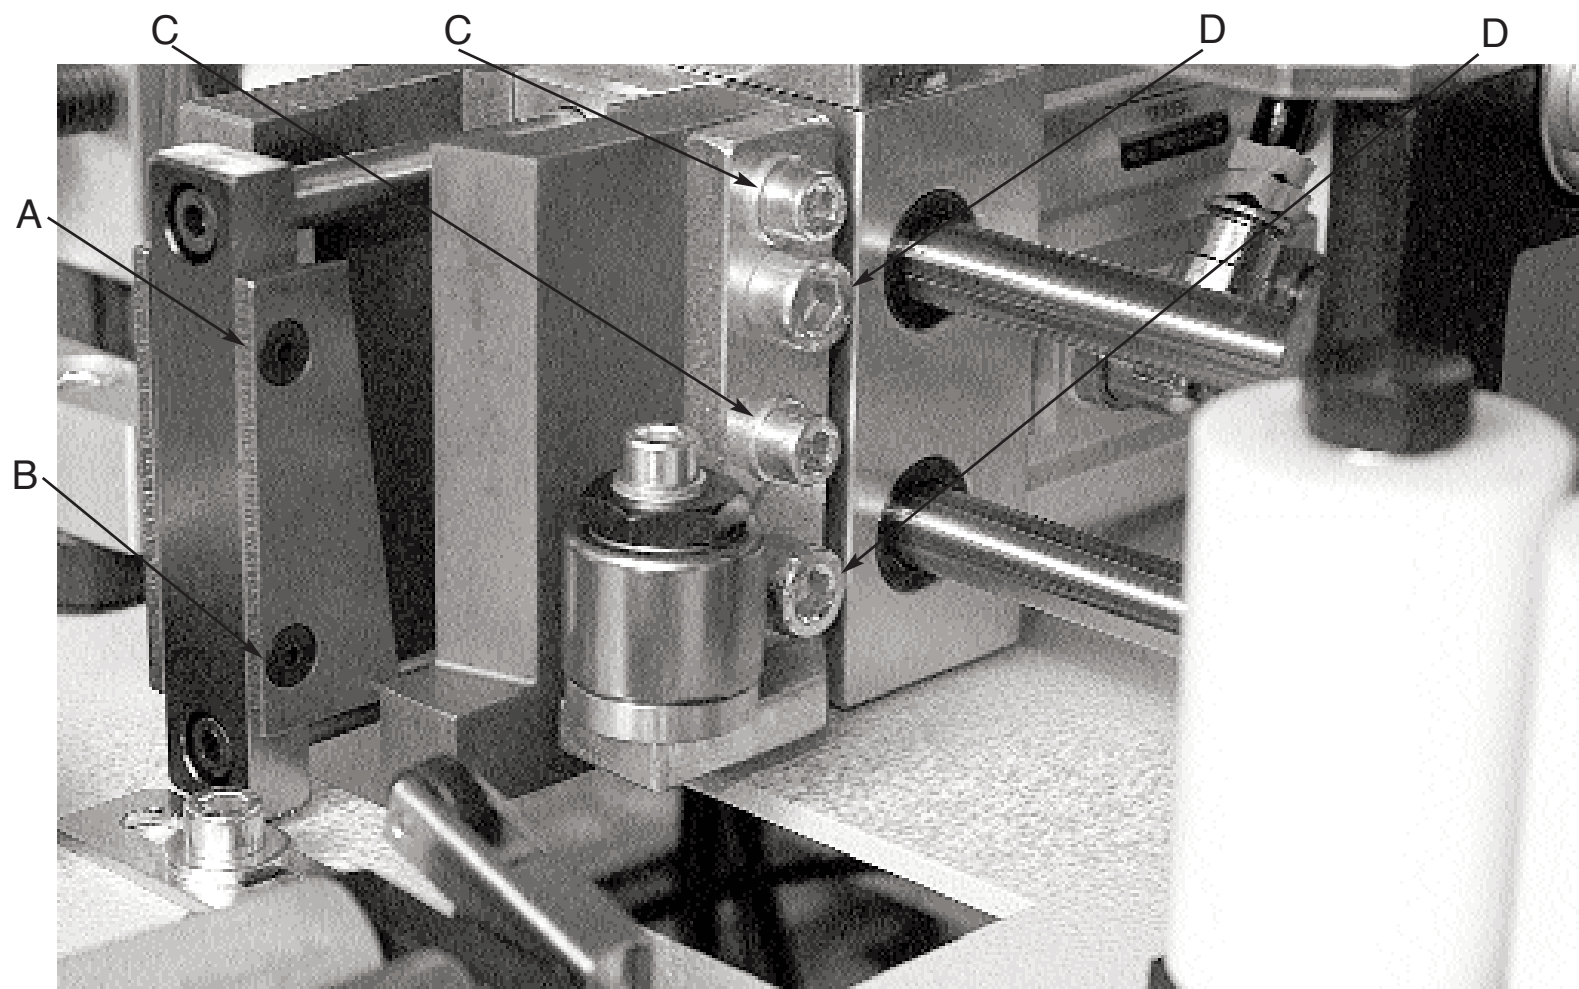

fig. 4.3.1
-Cesoia aggancio e rincorsa: per l'affilatura dei coltelli è necessario svitare le viti A-B fig. 4.3.1 rimuovere delicatamente il coltello e procedere alla sua affilatura marcandolo per rimontarlo nella stessa posizione.
Follow-up system: to sharpen the knives it is necessary to unscrew the screws A - B fig. 4.3.1.
Cisaille de poursuite: pour l'affûtage des couteaux il faut dévisser les vis A - B fig. 4.3.1. Enlever doucement le couteau et l'affûter en le marquant pour le remonter dans la même position.